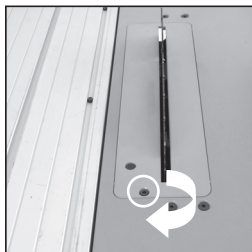

Abb. 2
- Die Tischeinlage durch Öffnen der Befestigungsschraube um ca. 1/4 Drehung abnehmen (**Abb. 2**). Die Tischeinlage anheben und vom Tisch wegziehen.